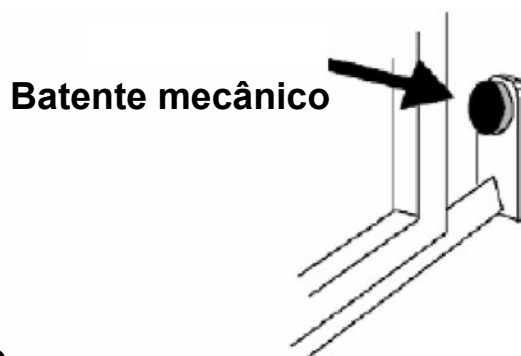
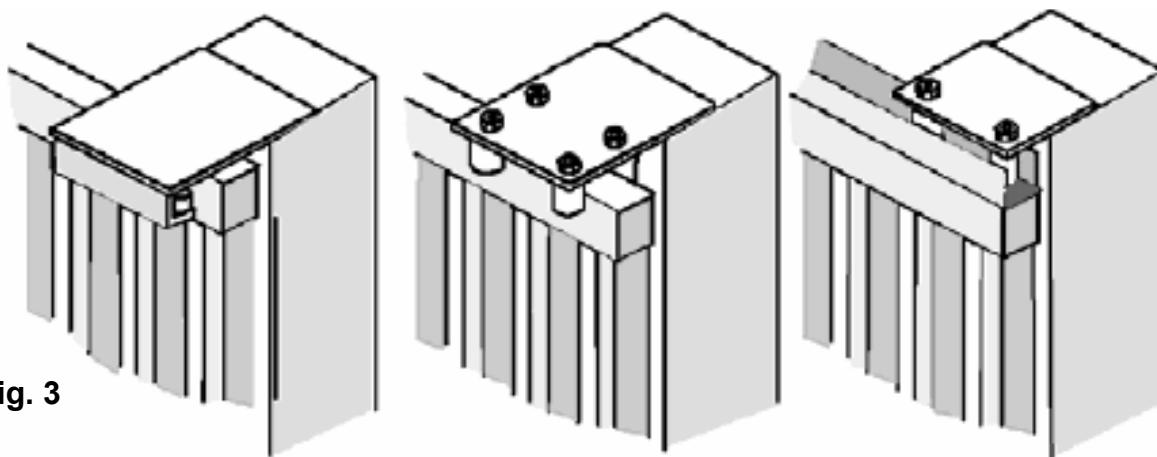

Fig. 2
Fig. 3
- Antes de efectuar a montagem do automatismo, verificar que o portão está a funcionar na perfeição, também deve verificar que a calha onde o portão desliza (**ver Fig. 1**) não apresenta deformações, que está perfeitamente ao nível e que está presente o batente mecânico na abertura (**ver Fig. 2**) para evitar que o portão saia para fora da calha superior (**ver Fig. 3**).
- Verificar a calha superior onde o portão desliza (ver Fig. 3) que está bem firme e o portão corra livremente
Posicionar o motor e fixá-lo com os parafusos e anilhas fornecidos. (**Fig.2**).
Fixar a cremalheira no portão em segurança a uma distância de 2 a 3 mm do pinhão do motor (**Fig. 3**).